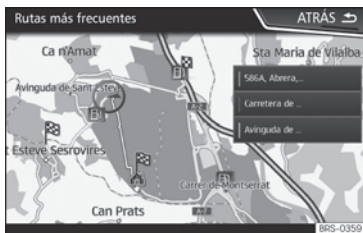

Fig. 226 Navegación predictiva
- En la pantalla principal del Menú de navegación, pulse en la ventana emergente la tecla **Rutas frecuentes**. Para visualizar las rutas habituales pulse el botón **Mostrar en mapa** » fig. 226.